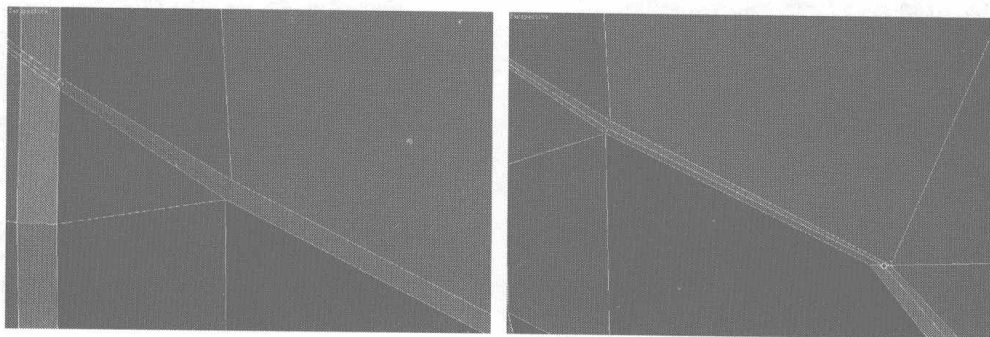
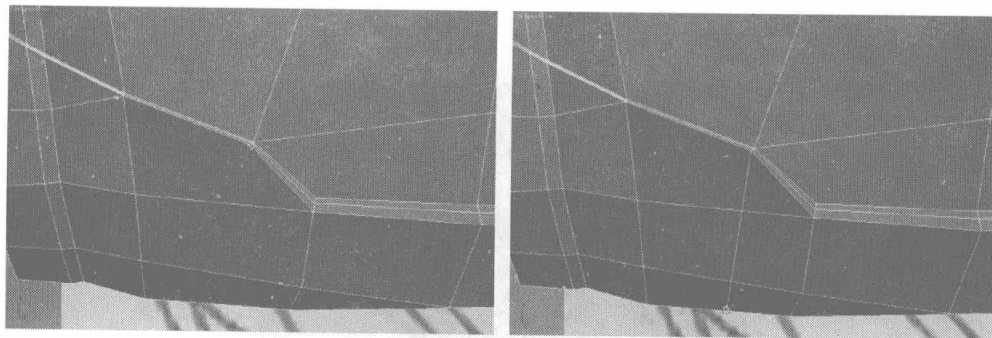

图 7.76
图 7.77
- 35** 单击右键，在弹出的快捷菜单中选择 Cut 命令，在刚添加的面上面切出细分曲线，如图 7.76 所示。然后在车前面也切出一条细分曲线，如图 7.77 所示。